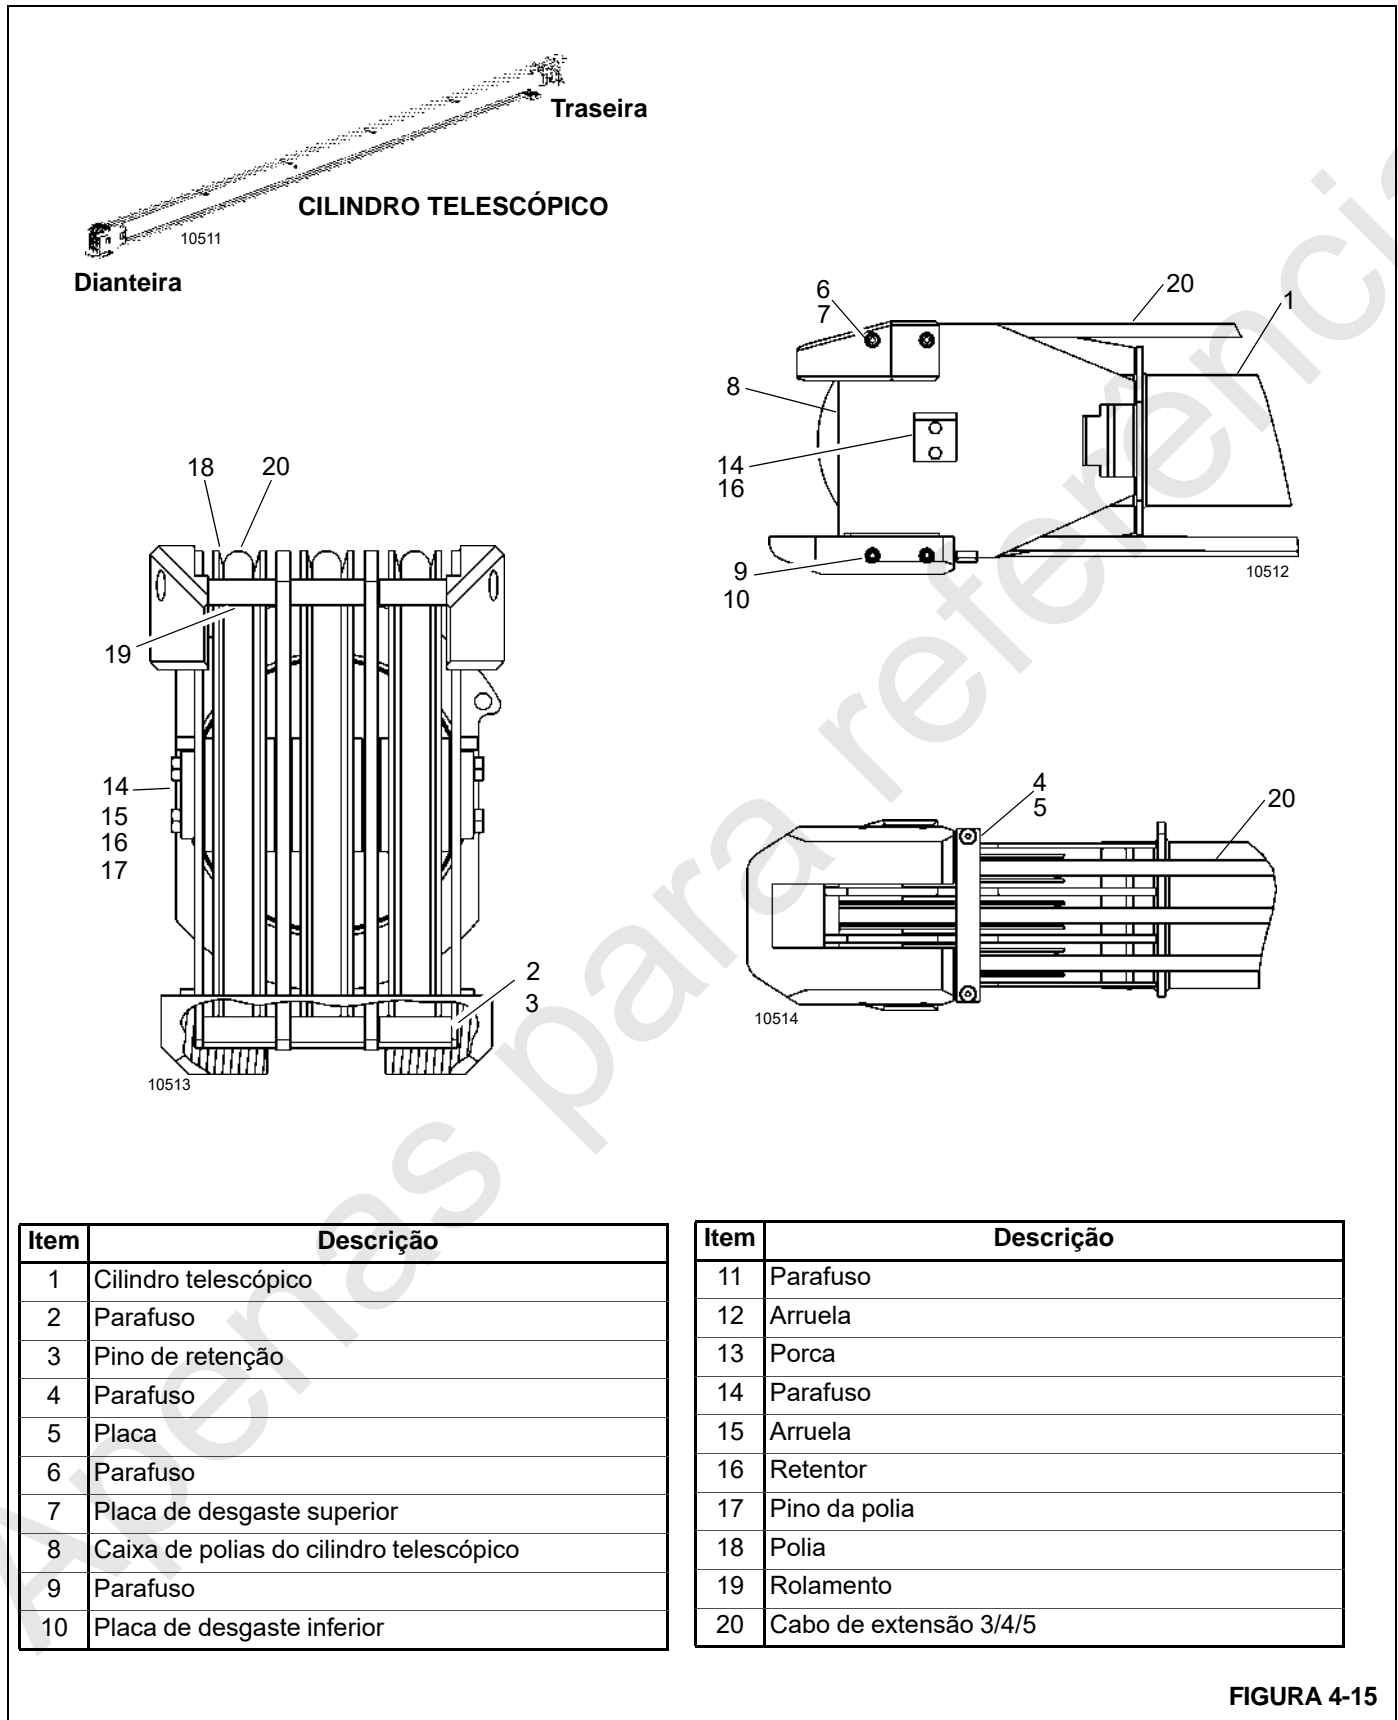

FIGURA 4-15
16. Remova os parafusos (25), as arruelas (26) e as placas do munhão (27) dos lados da lança da seção do Telescópio 2. O cilindro telescópico (1, Figura 4-15) está agora separado da seção da lança.
19. Utilize as seguintes etapas para desmontar a caixa de polias do cilindro telescópico (8, Figura 4-15), se necessário:
- a. Remova os parafusos (6, Figura 4-15) e as placas de desgaste superiores (7) da caixa de polias do cilindro telescópico (8).
- b. Remova os parafusos (9) e a placa de desgaste inferior (10) da caixa de polias do cilindro telescópico (8).
- c. Remova os parafusos (2), os pinos de retenção (3), os parafusos (4) e a placa (5) conforme necessário para remover os cabos de extensão 2/3/4 (20) da ponta do cilindro telescópico. Armazene os cabos e o cilindro de extensão em uma área onde eles não serão danificados durante a desmontagem posterior da lança.